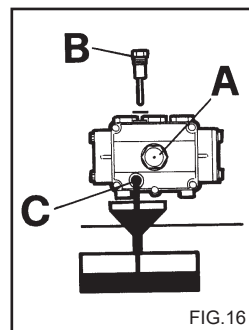

FIG.16
2) Dévisser le bouchon de la tige de contrôle de niveau (fig. 16).